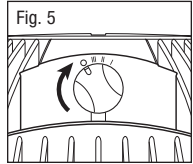

Fig. 5
- Para hacer funcionar gire la perilla de control al ajuste de velocidad deseado: ALTA (III), MEDIA (II) o BAJA (I) (Fig. 5).